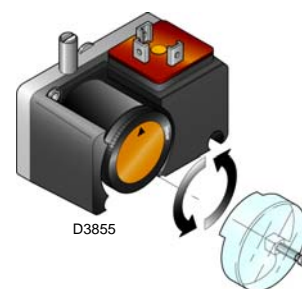

Fig. 24
- Regular el presostato para el control de estanqueidad (Kit PVP)(Fig. 24), si está presente, según las instrucciones suministradas con el kit.